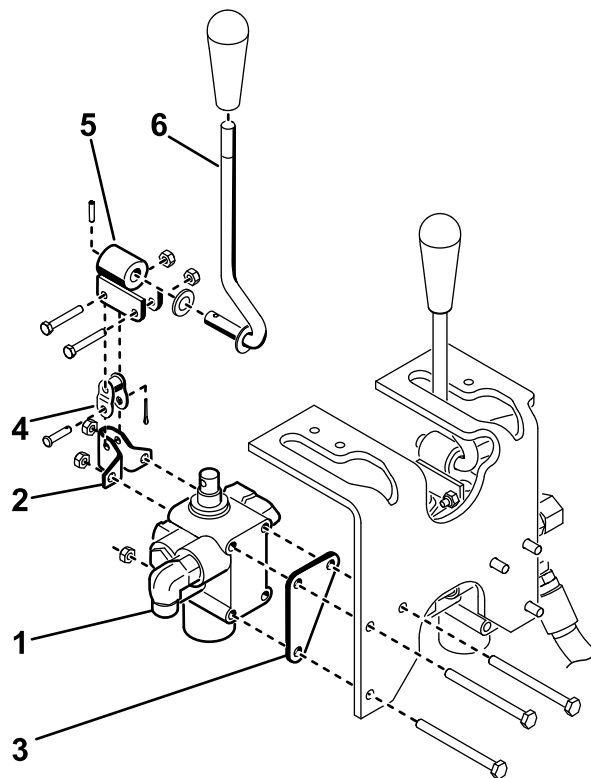

Figura 9
3. Senza stringere eccessivamente, montate il gruppo leva del perno sulla bobina della valvola e sulla maglia falsa con 2 bulloni (#10 x 1 1/4") e 2 dadi di bloccaggio (Figura 9).
2. Montate il gruppo valvola, la staffa orientabile e la piastra della valvola sul telaio con 3 bulloni (1/4" x 3") e 3 dadi di bloccaggio (Figura 9). Durante il montaggio posizionate la piastra della